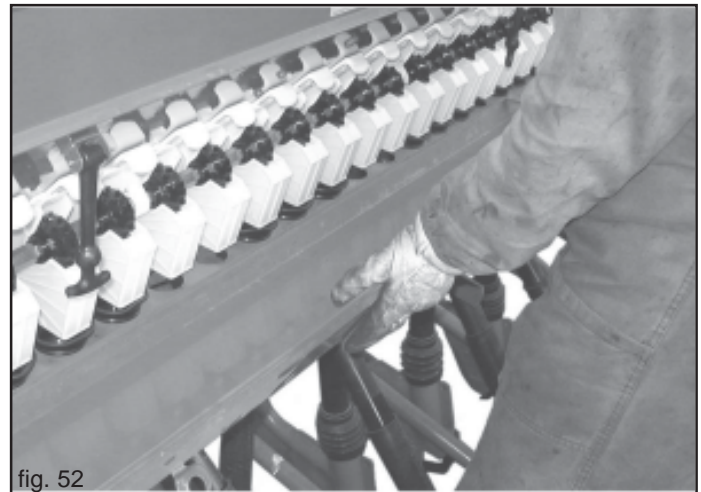

fig. 52
- sganciare le vasche raccogli semi (Fig. 52) e posizionarle sotto le bocche di uscita semi.